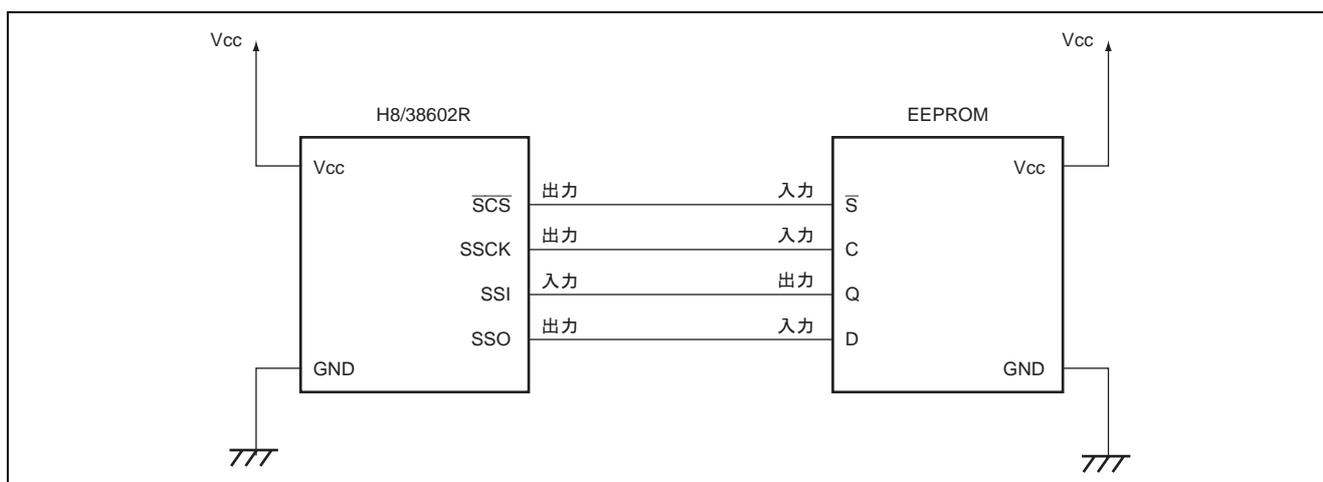

図 1 SSU の 4 線式バス通信モードの接続図
- 図 1 に示すように、H8/38602R の SSU4 線式バス通信モードにより、EEPROM との通信を行います。